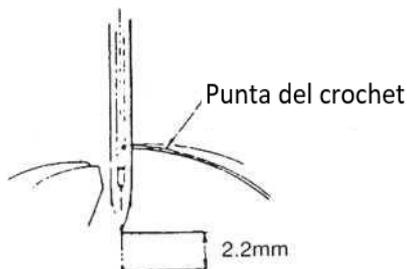

Figura 20
① Sollevare manualmente la barra ago di 2,2 mm dal punto morto inferiore, fino a quando la punta del crochet coincide con il centro dell'ago. (Vedi Figura 20)